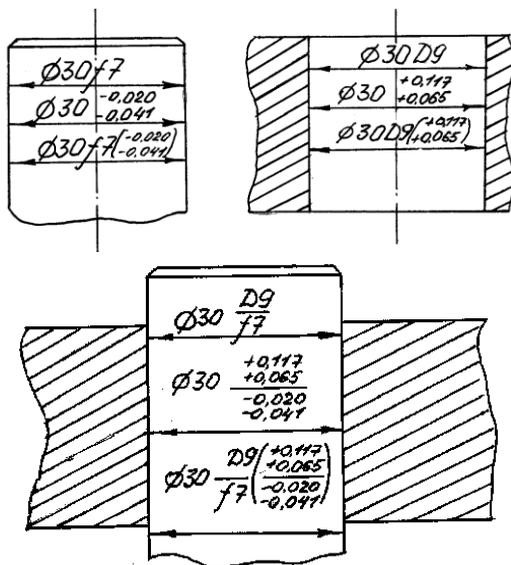

Рисунок 3
5. Выполненные эскизы деталей соединения и сборки с указанием всех способов обозначения допусков на чертежах (см. рисунок 3).